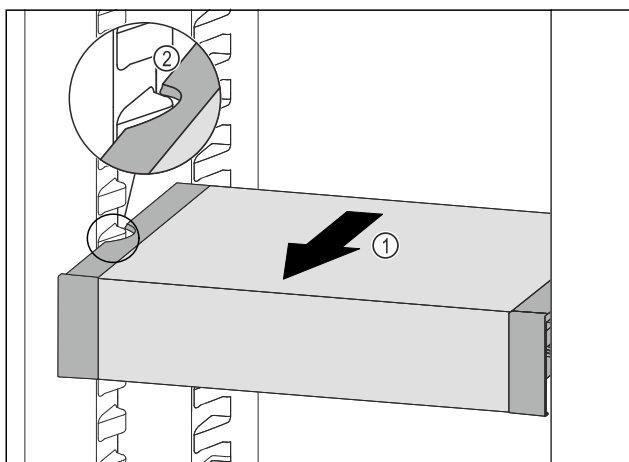

Fig. 102
- ▶ Træk VarioSafe fremefter Fig. 102 (1), indtil udsparringerne i siden på VarioSafe er på niveau med beholderribben i kølesectionen. Fig. 102 (2)